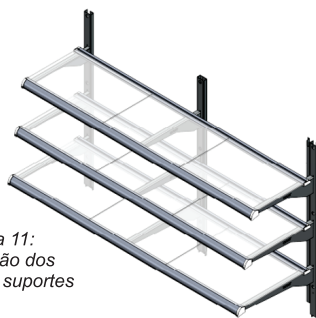

Figura 11: Colocação dos vidros nos suportes
2. Encaixe os vidros nos suportes que já estão fixados no produto conforme figura 11.